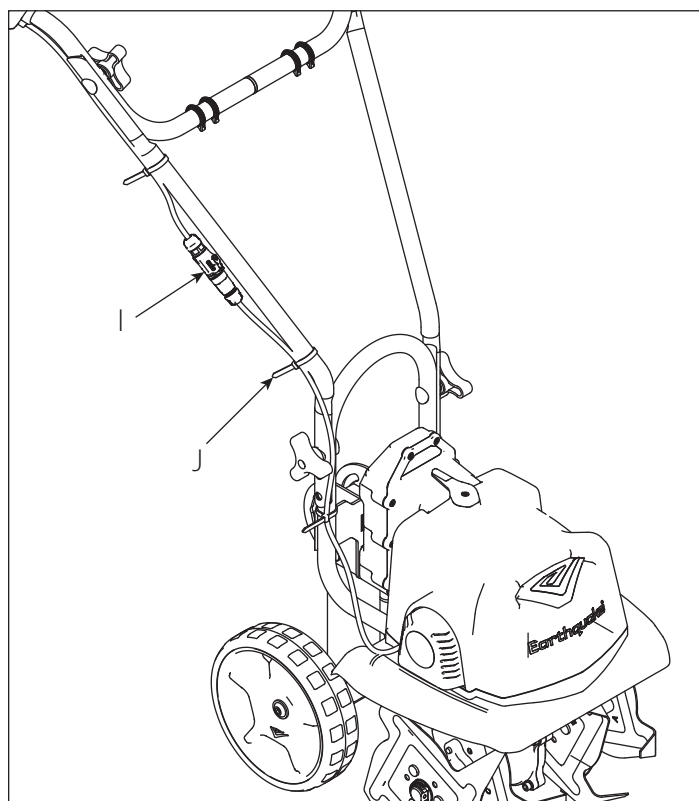

Figura 3
5. Se incluyen cuatro ganchos de dientes (H) de repuesto. Estos se pueden instalar en los cuatro orificios en el conjunto de manillar superior.
6. Una los conectores (I) en cada extremo de los cables para conectar el cable de control del manillar superior al cable en el cabezal de potencia. Use los tres amarracables (J) para fijar el cable a lo largo de las secciones del manillar. **CONSULTE LA FIGURA 3**